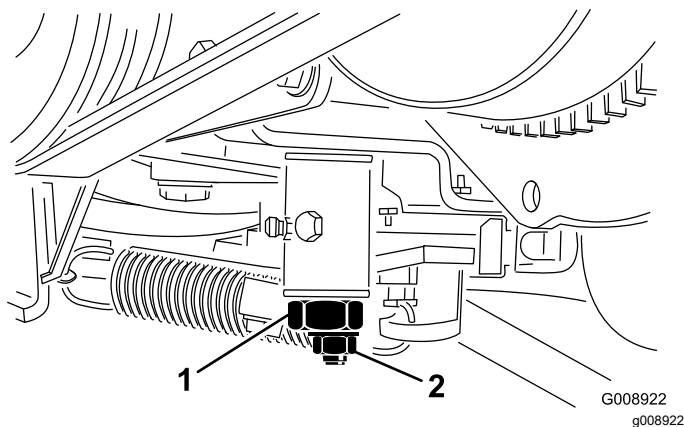

Figure 56
4. Desserrez le contre-écrou de la came de réglage de transmission (Figure 56).